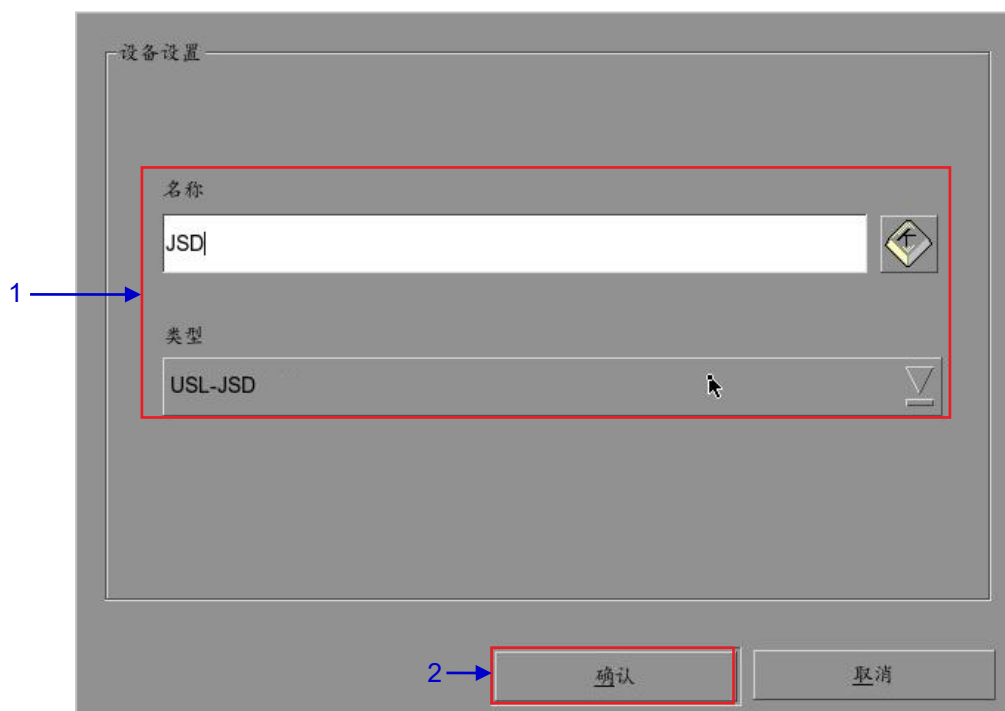

图 55 USL JSD 自动化设备设置
1. 点击[设备]下的[添加]，输入设备名称。在本例中，命名为[JSD]，将设备类型设置为[USL-JSD]（参见图 55）。